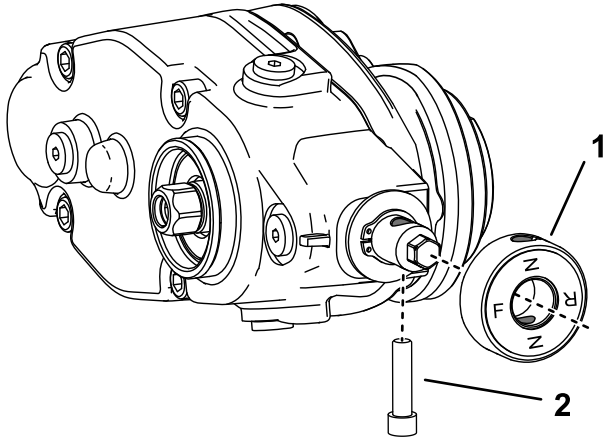

图 15
3. 如果要安装疏草刀到机器左侧应执行以下步骤图 15
- B. 卸下离合器旋钮组件并将其翻转图 15。